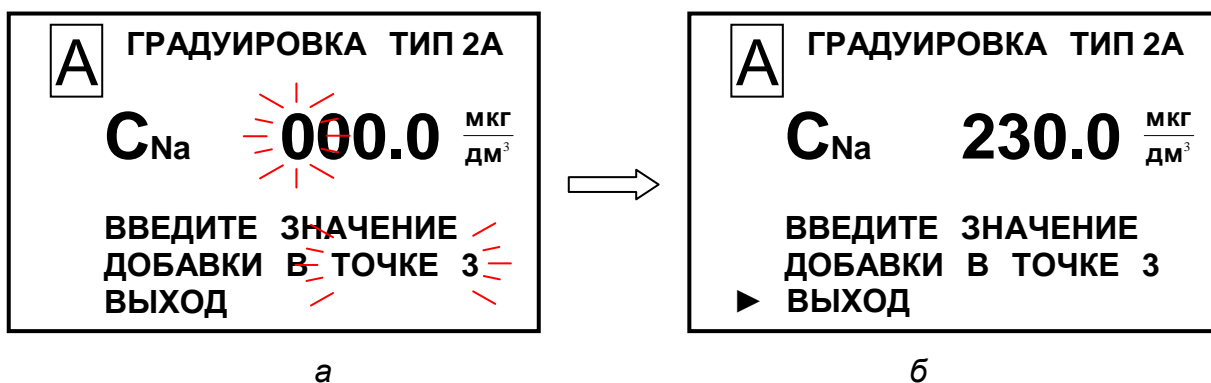

Рисунок 3.29
- 25 Ввести на экране (рисунок 3.29а) значение 230 мкг/дм3.
- 26 Установить маркер «►» на строку **ВЫХОД** (рисунок 3.29б) и нажать кнопку «МЕНЮ ВВОД». Появится экран в соответствии с рисунком 3.30а.